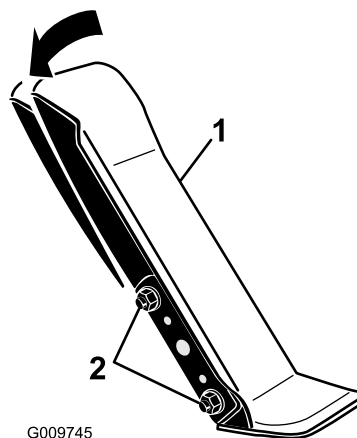

Figure 57
1. Desserrez les deux écrous et boulons qui fixent le côté gauche de la pédale de déplacement au support (Figure 57).
2. Faites pivoter la pédale à l'angle voulu puis serrez les écrous (Figure 57).